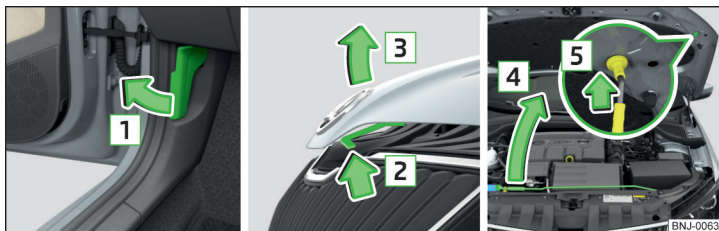

Fig. 167 Deschiderea capotei
- Deschideți portiera din față și trageți de maneta de deblocare aflată sub planșa de bord în sensul săgeții 1 » fig. 167.